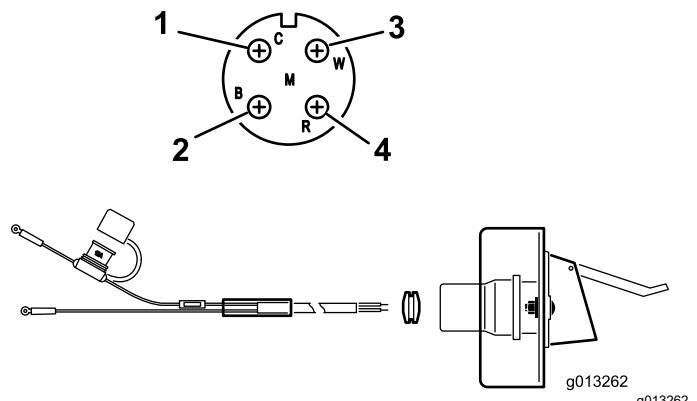

Figura 12
- 2. Disponete il cablaggio elettrico dalla batteria alla staffa dell'attacco elettrico e fissatelo (Figura 12).
- Inserite il cablaggio nella staffa della presa e montate la boccola di gomma nera sul cablaggio (Figura 12).